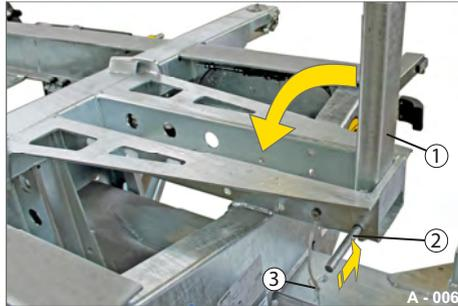

Abb. 6 Längsanschlag entsichern
- ▶ Ziehen Sie den Federstecker (Abb. 6/3) aus der Bohrung des Gestänges (Abb. 6/2) heraus.